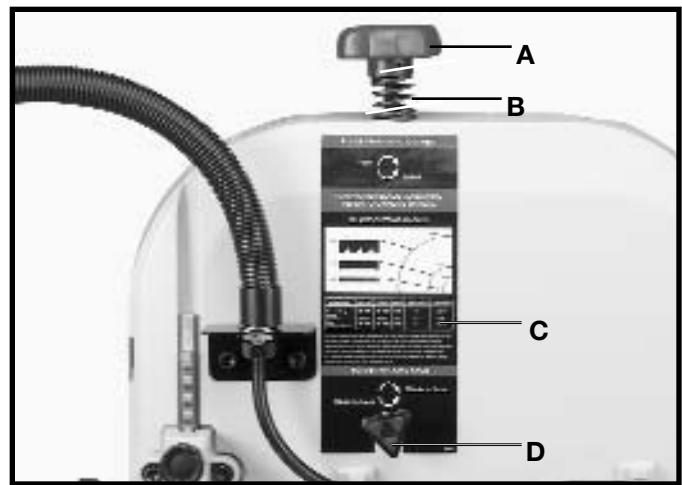

Fig. 19
1. Después de que la hoja deseada haya sido ensamblada a las dos ruedas de la sierra de cinta, gire la perilla de tensión (A) Fig. 19 en el sentido de las agujas del reloj hasta que el resorte (B) comience a comprimirse.
2. Gire entonces la perilla de tensión (A) Fig. 19 unas 2-1/2 vueltas completas adicionales para hojas con ancho de 1/8 pulg., 3 vueltas completas adicionales para hojas de 1/4 pulg. y 4 vueltas completas adicionales para hojas de 3/8 pulg.
3. Existe un útil cuadro (C) Fig. 19 en la parte posterior de la sierra de cinta que muestra la selección de la hoja y el radio mínimo que puede cortarse con cada hoja.
3. Si resulta necesario efectuar un ajuste, gire la perilla de compensación de la hoja (D) Fig. 19 **LIGERAMENTE** en el sentido de las agujas del reloj para mover la hoja hacia la parte posterior, y en sentido inverso para mover la hoja hacia el frente. **AVISO:** Se requiere muy poco movimiento de la perilla de ajuste de compensación de hoja (D) para permitir que la hoja se mueva.